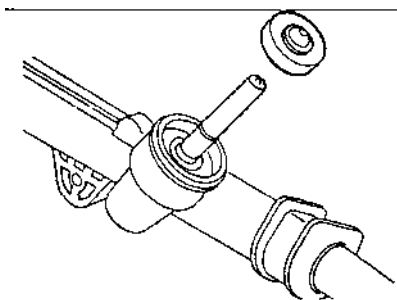

Рис. 6.14.
- снять уплотнение вала-шестерни, нажав на это уплотнение с одной стороны (рис. 6.14);